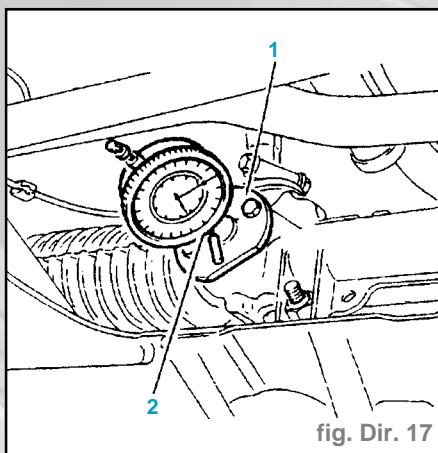

fig. Dir. 17
- le poussoir (5),
- le ressort (4).
- Monter le comparateur muni de la rallonge (2) (fig. Dir. 17).
- Tirer énergiquement la crémaillère vers l'arrière pour comprimer le ressort et mettre le poussoir en butée contre le support (1) (fig. Dir. 17).